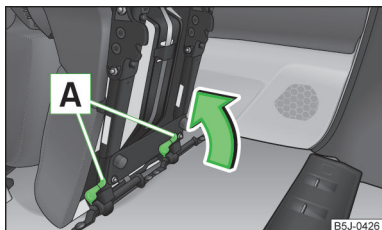

Fig. 58
- › Blocați scaunul la capătul ghidajului prin apăsarea elementelor de blocare **A**, în sensul săgeții » fig. 58.
- › Dacă scaunul este demontat, acesta trebuie așezat mai întâi în ghidaje și apoi blocat » fig. 58 la pagina 70. Trăgând în sus de scaun, asigurați-vă că acesta este blocat corespunzător.